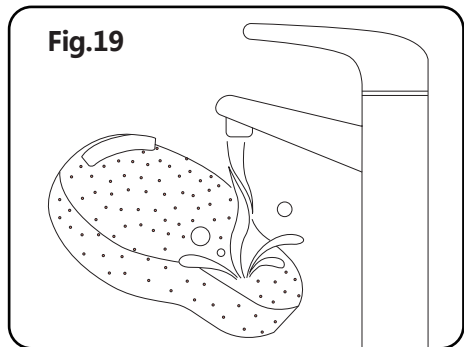

Fig.19
(6) Como en la fig.19, saque el filtro HEPA y lávelo.